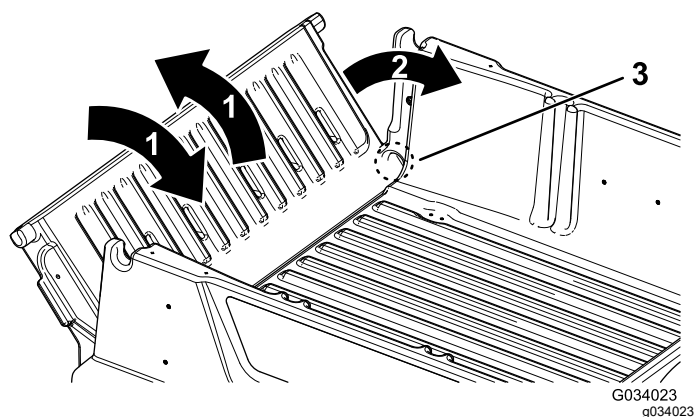

図 18
2. テールゲートを 45°程度の角度にする 図 18。
るよう回数往復させる 図 18。